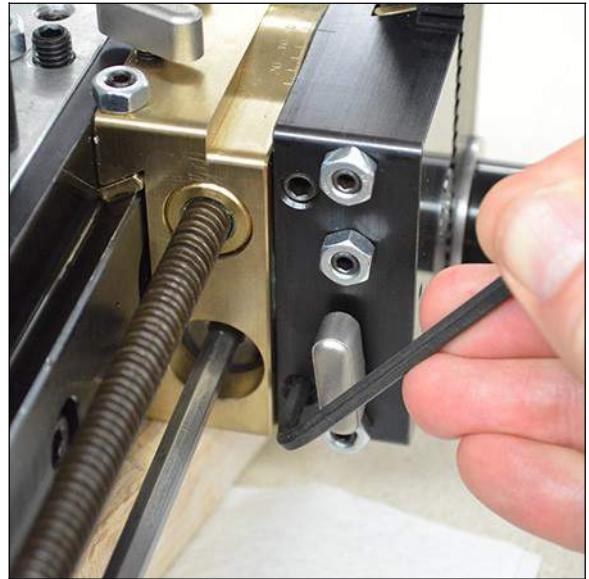

ABBILDUNG 3-28. DIE SCHWENKSPERREN-STELLSCHRAUBEN LÖSEN
1. Lösen Sie mit einem 4 mm Inbusschlüssel die Stellschrauben der Schwenksperre auf der Seite der Führungsschraube des Werkzeugkopfes (Abbildung 3-28) zwei volle Umdrehungen.